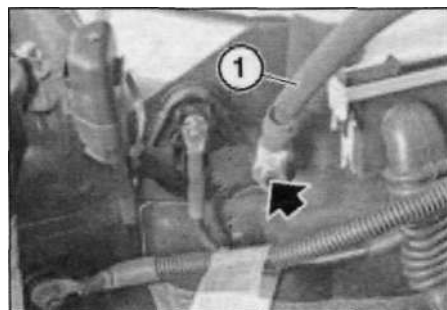

Рис. 3.304. "+" провод.
- Снять защитный колпачок, отвернуть гайку М8 (стрелка, рис. 3.304) и отсоединить "+" провод (1) АКБ от вывода для подключения внешнего источника питания и отвести его в сторону.